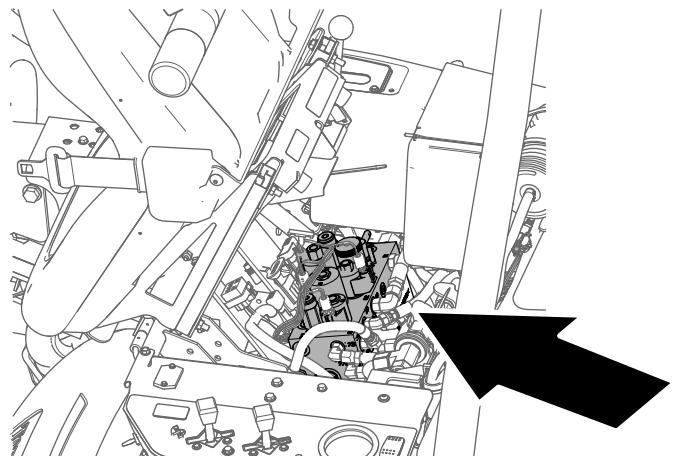

Figura 53
2. Inclinete in avanti il sedile dell'operatore e sostenetelo con l'asta di supporto (Figura 53).